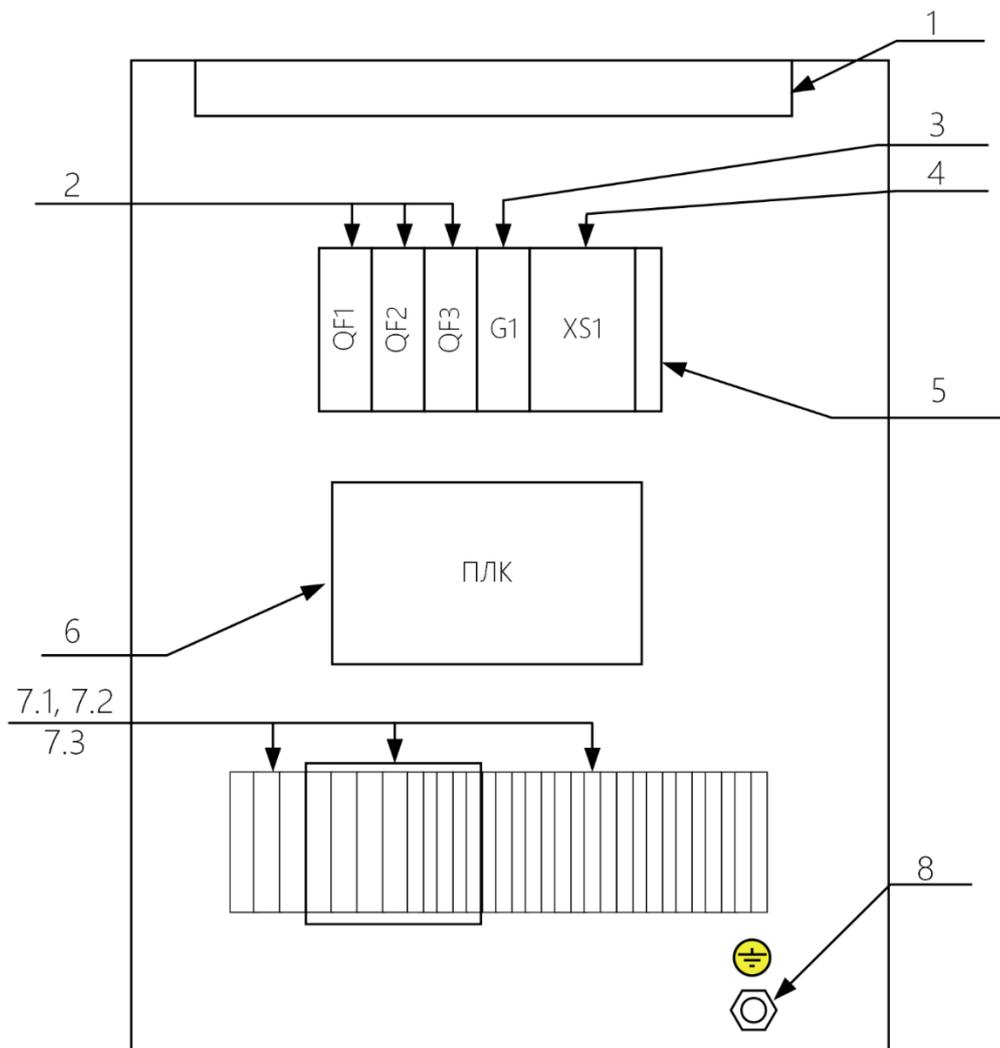

Рисунок 1 – Схема расположения составных элементов ЩА-ВНС
- К болту заземления (поз.8 на рис.1, поз.11 на рис. 3), подключить контур заземления.